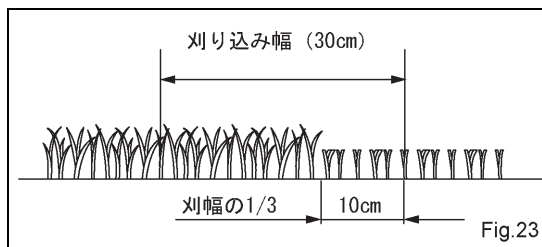

Fig.23
- (2) 芝刈機の刈り込み幅を全部使わないで、常に刈り込み幅の約1/3程度重複して刈れば、刈り跡が平らにしかもきれいに刈れます。(Fig.23)